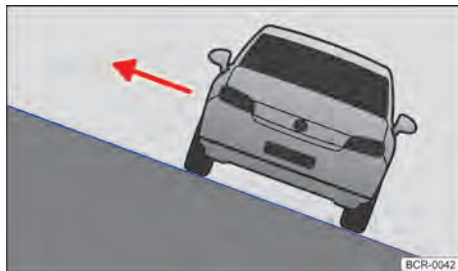

Fig. 134 Representação esquemática: desembarcar do lado do veículo voltado para cima da ladeira.
- Se o veículo parar com uma grande inclinação lateral na ladeira, uma pessoa jamais deve desembarcar do veículo pela porta que está voltada ladeira abaixo. Isso pode ocasionar um deslocamento lateral do centro de gravidade total. O veículo pode tombar ou capotar e rolar ladeira abaixo. Para evitar isso, abandonar o veículo somente pelo lado, cuidadosamente, que indica ladeira acima → Fig. 134.